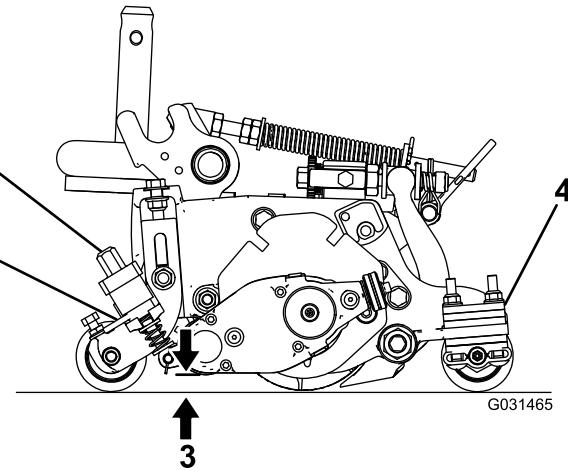

図 20
3. クイックアップレバー図 20を入位置にハンドルがカッティングユニットの前方を向くようにセットする。
4. グルーマリールの一端側で、ブレードの一番低い刃先と床との距離を測る図 20。高さ調整ノブ図 20を使って、グルーマの刃の高さを希望の高さに調整する。